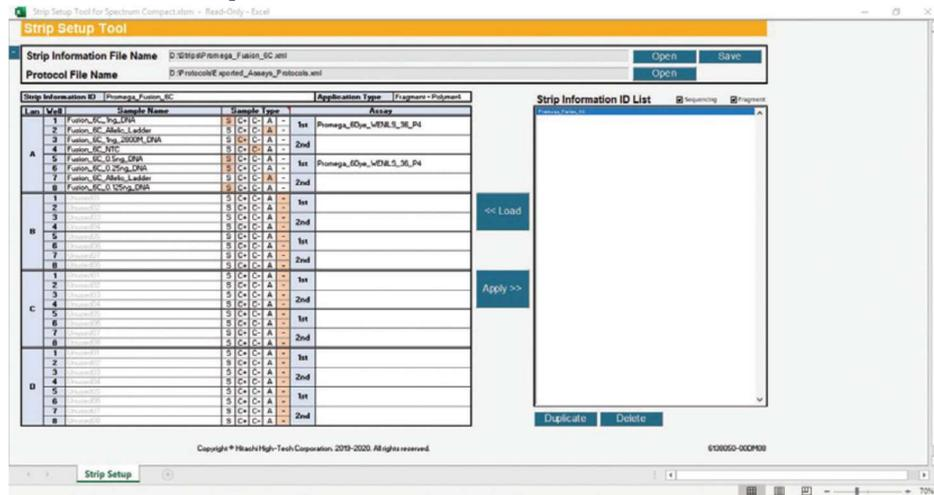

図 252 Strip Information の編集準備ができた Strip Setup Tool for Spectrum Compact 画面
- 画面の左側に Strip の情報が表示されます。(図 252)